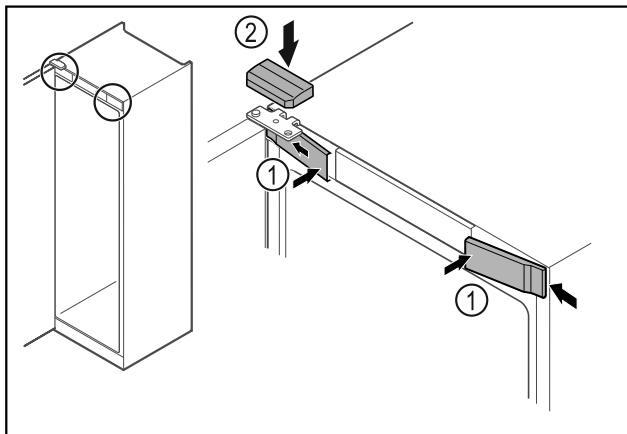

Fig. 63
- ▶ Haka fast skydden fram Fig. 63 (1) på sidan och sätt på dem.
- ▶ Sätt på det övre skyddet Fig. 63 (2) uppifrån.